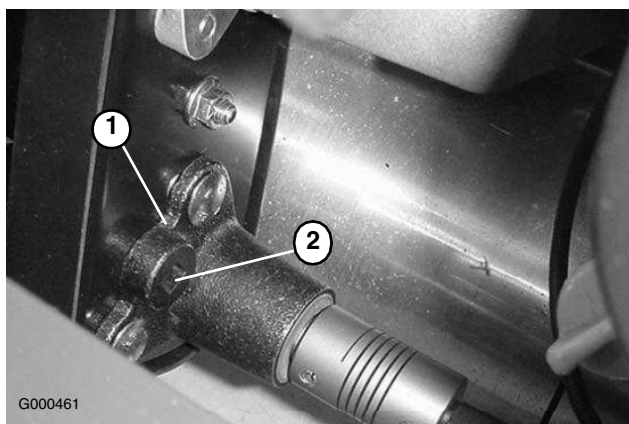

Figure 37
B. À l'aide d'une clé dynamométrique de 3/8", tournez le logement de roulement avec un couple de 35-40 pouces livre pour obtenir la tension voulue (Figure 37).